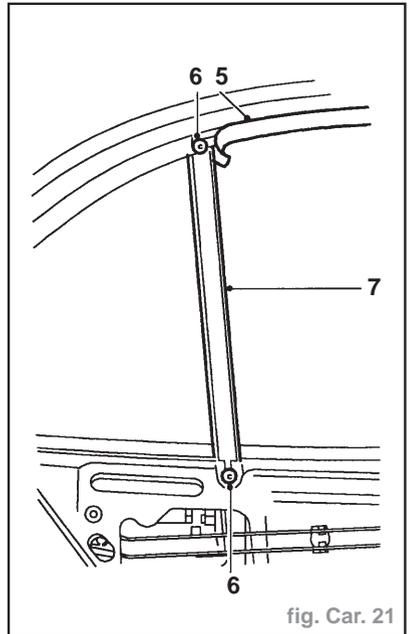

fig. Car. 21
- Dégager le caoutchouc du profilé arrière de la glace (5) (fig. Car. 21).